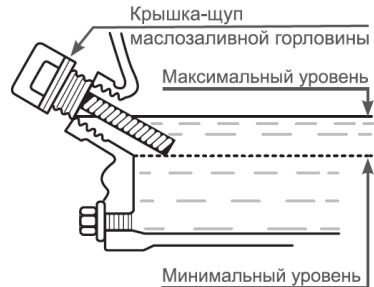

Рис. 7. Крышка-щуп маслосазливной горловины
- Открутите крышку-щуп маслосазливной горловины и извлеките щуп (Рис. 7).
- Открутите крышку-щуп маслозаливной горловины и извлеките щуп (Рис. 7).